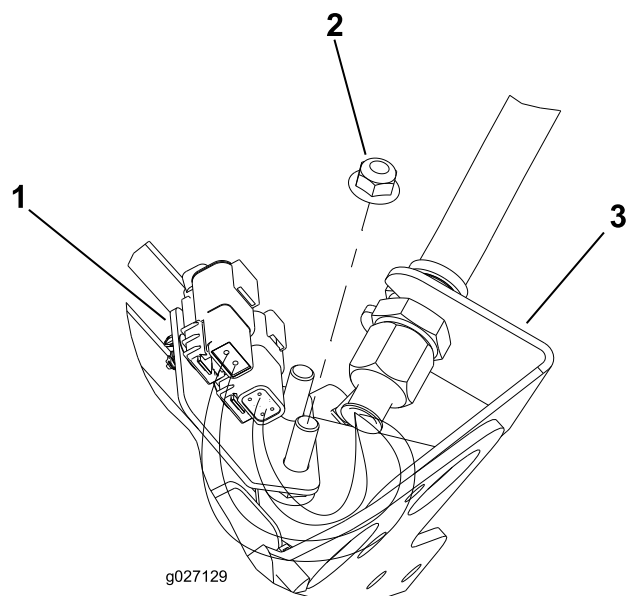

Figura 13
6. Repita o procedimento nos restantes (4) pontos do anteparo como se mostra na Figura 13 a Figura 16.